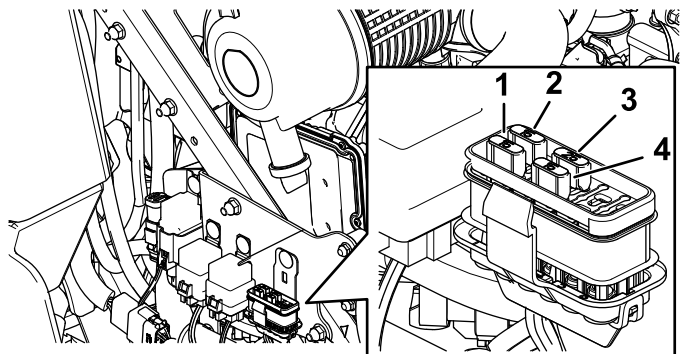

Figura 50
3. Instale um novo fusível (Figura 50).